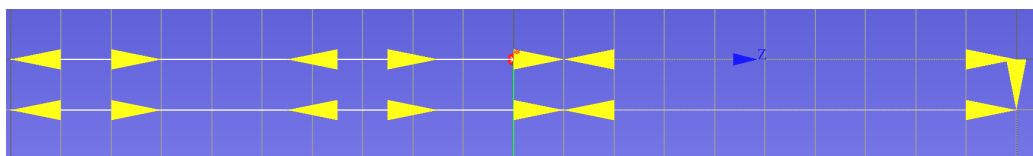

Рис. 2.14.14: Демонстрация цикла G81 с параметром K в режиме G90
**Пример** использования цикла G81 с параметром K при G90 (рис. 2.14.14):